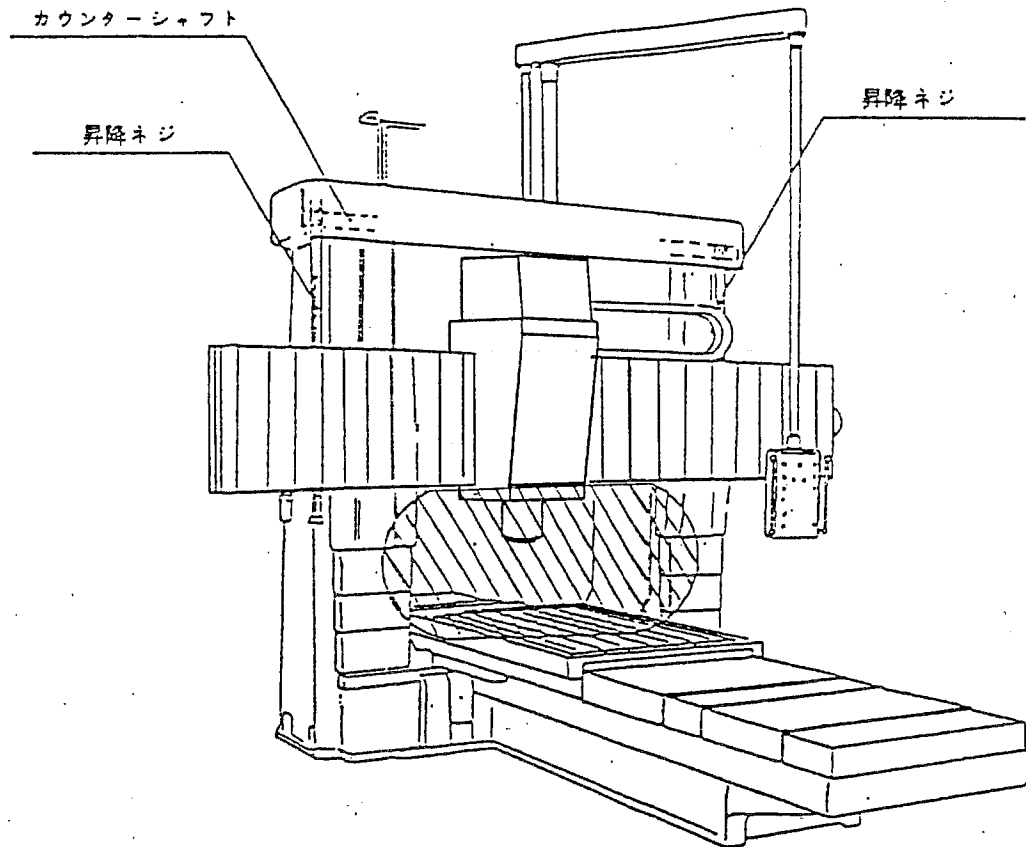

図 1
(図.1 斜線部)
(図1参照)
- (3) 横けた昇降時はトップビーム上のカウンターシャフトが回転しますので近づかないで下さい。(図1参照)